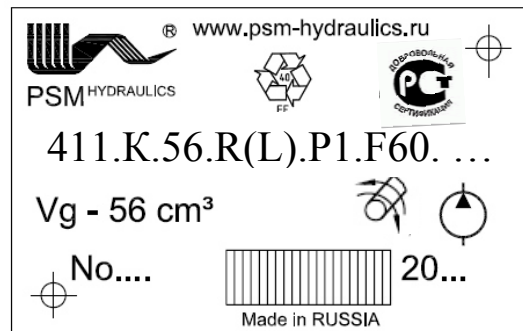

Рисунок 2
1.5.1 Маркировка изделия выполнена на табличке (рисунок 2), прикрепленной к корпусу, и содержит следующие сведения: